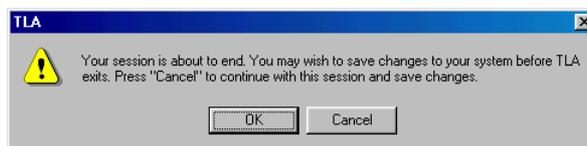

図 1-18 : 電源をオフする場合の TLA ダイアログ・ボックス
3. TLA アプリケーションを終了しないで Windows 2000 シャットダウンを実行しようとした場合には、現在の設定を保存しないで終了して良いかの確認の TLA ダイアログ・ボックスが表示されます（図 1-18）。設定を保存しないでオフする場合には<OK>ボタンをクリックします。もし保存するのであれば<Cancel>ボタンをクリックし、TLA アプリケーションにて設定を保存してから終了します。